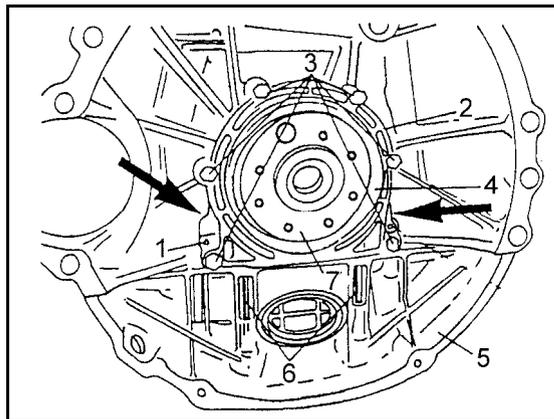

Bild 134
- Schrauben des Dichtungsflansches an der Rückseite des Motors abschrauben und den Flansch vorsichtig vom Zylinderblock abdrücken. Die Befestigung des Flansches ist in Bild 134 gezeigt.